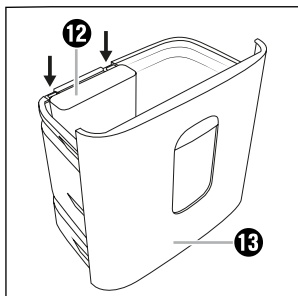

Fig. 3
- ◆ Montez le petit collecteur **12** dans le grand collecteur **13** (voir fig. 3).